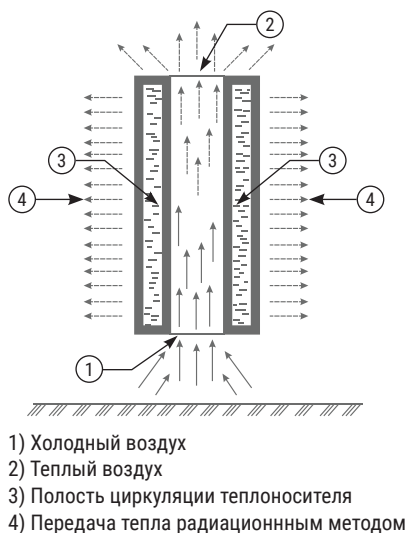

Рис.1
1.5. Дизайн-радиатор «Эстет» – отопительный прибор, объединяющий в себе лучшие качества радиатора и конвектора. Большая наружная площадь поверхности секций радиатора отдает тепло радиационным излучением, что позволяет равномерно прогревать помещение по высоте, а коаксиальное строение вертикальных теплообменников создает мощный конвекционный поток. Это происходит следующим образом (рис.1) воздух прогревается внутри вертикального теплообменника и устремляется вверх, оставляя за собой разреженное пространство, куда снизу перемещается холодный воздух, который, согласно законам физики, находится внизу, в околоспольном пространстве.